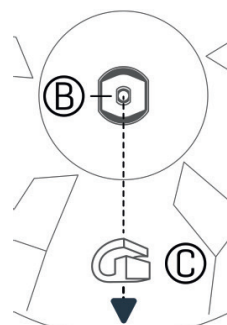

Figura 3
- 1 Aparafuse a braçadeira do prato (D) no braço do prato de 8 mm (F).
- 2 Coloque o prato (C) na braçadeira do prato (D) seguido do bloqueio giratório (B).
- 3 Oriente o bloqueio giratório (B) no molde do prato como é mostrado na *Figura 3*.